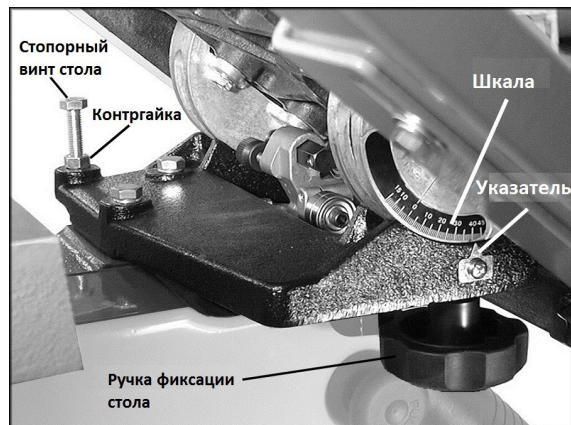

Рис. 39.
См. Рис. 39.
См. Рис. 39 и 40.
5. Ослабьте контргайку (Рис. 39) и поворачивайте стопорный винт стола влево или вправо, чтобы поднять или опустить упор. Притяните контргайку вплотную к поворотной опоре, чтобы зафиксировать положение стопорного винта стола.
7. Убедитесь, что указатель (Рис. 39) находится на нулевой отметке. Если нет, ослабьте винт и переместите указатель на ноль. Снова затяните винт.